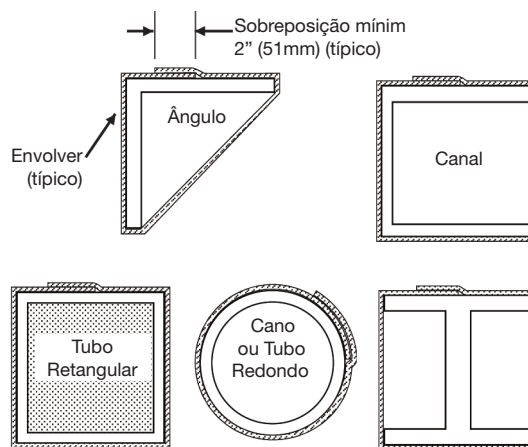

Figura 3-17. Envolve em várias camadas.
1. Vide Figura 3-17. Usando uma fita métrica flexível, meça e registre a largura do envoltório, permitindo uma sobreposição mínima de 2 pol. (51 mm).
5. Posicione o envoltório, começando na parte inferior do esteio. Enrole-o ao redor do esteio, sobrepondo as pontas, como mostra a Figura 3-17. Prenda o envoltório ao esteio com quatro presilhas.